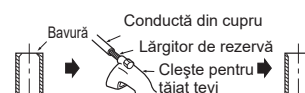

Fig. 3
- Atunci când racordați furtunul de evacuare la conducta dură din clorură de vinil, asigurați-vă că îl introduceți în siguranță în interiorul conductei. (Fig. 3)
- 2) Eliminați complet toate bavurile de pe secțiunea transversală tăiată a conductei. (Fig. 3)